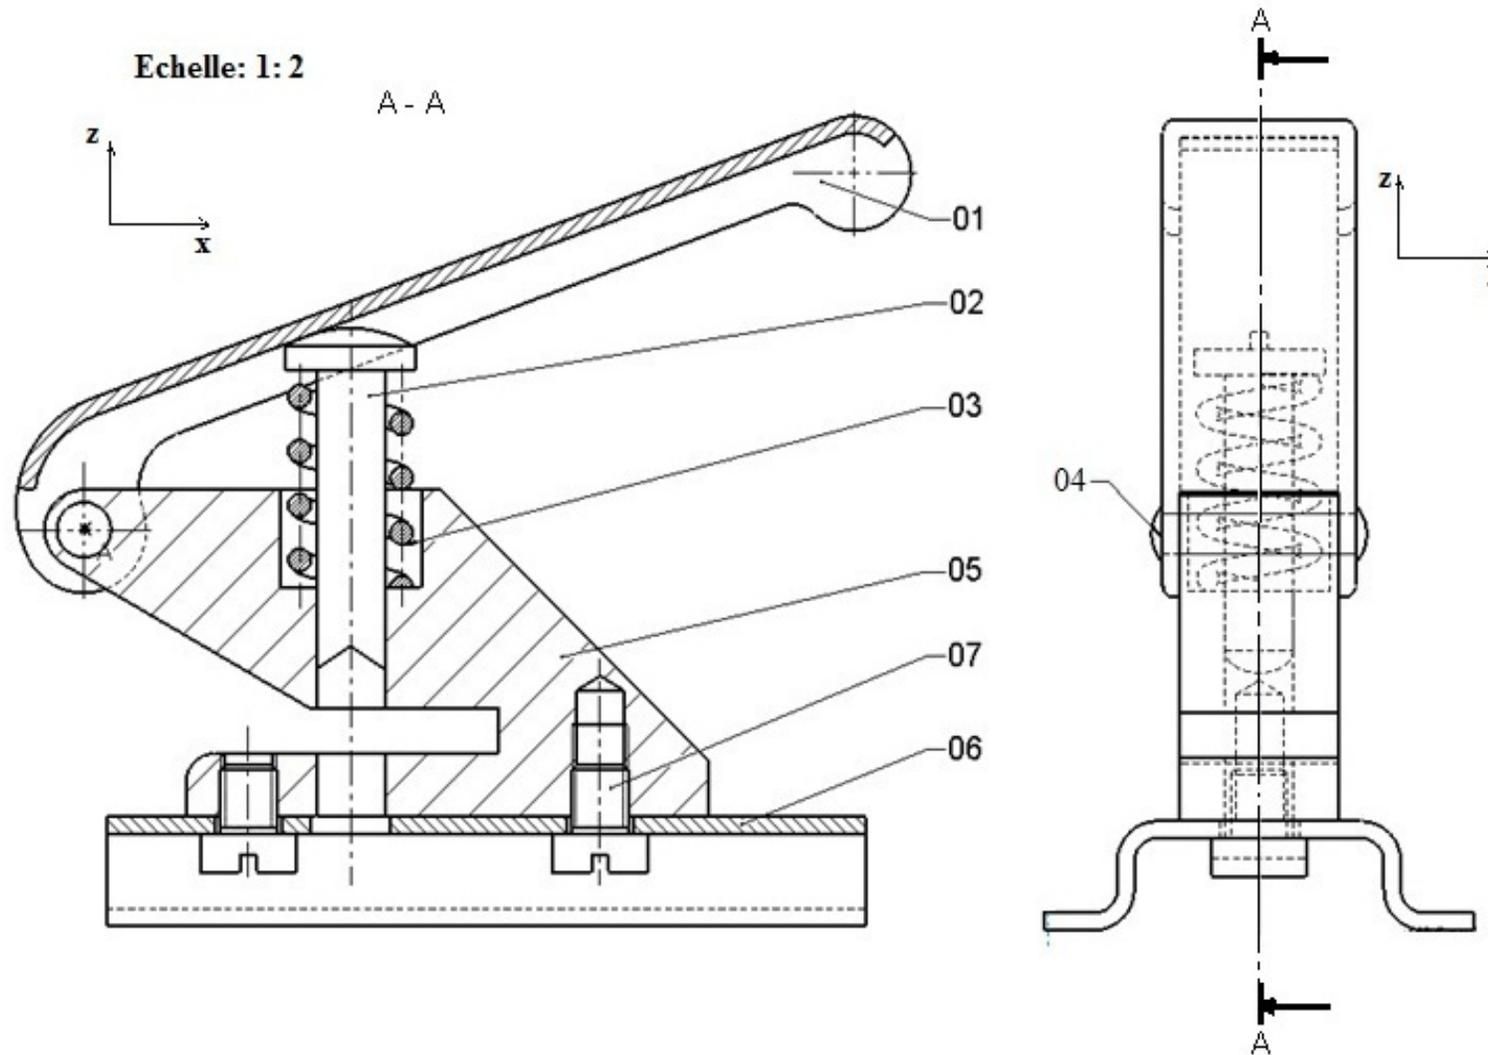

fig.1: Perforateur Mise en situation :
3. **Dessin d'ensemble** : Il représente un mécanisme dans son ensemble. Il est constitué de l'assemblage de plusieurs pièces et permet une compréhension du rôle de chaque élément. Il peut être plus ou moins détaillé et ne comporte que les traits nécessaires à la compréhension Fig1.